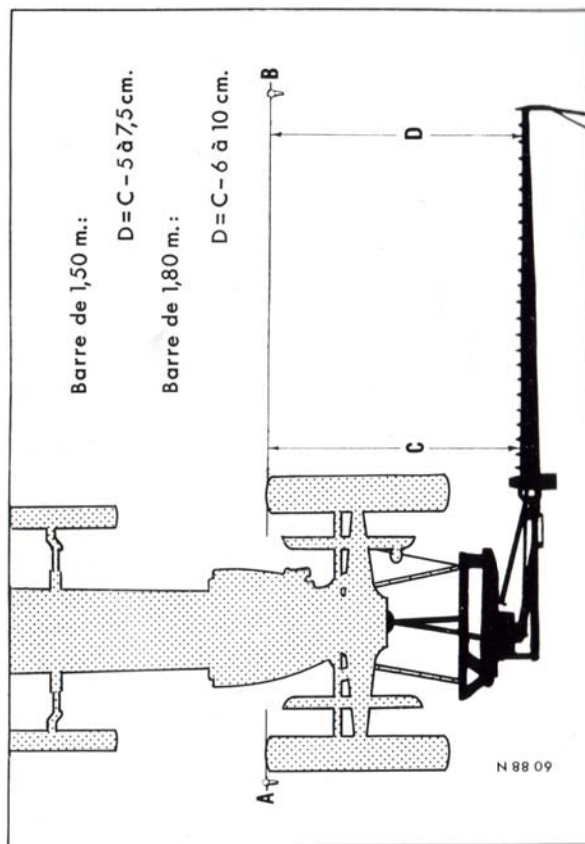

Fig. 20
- 2° Planter 2 piquets à droite et à gauche du tracteur comme le montre la figure 20.
- 3° Les piquets (A) et (B) seront reliés par une corde solide ou du fil bien tendu passant sous le tracteur et effleurant les pneumatiques. L'alignement de cette corde devra être parfait.
- 4° Mesurer dans le même plan la distance entre le bord avant de la barre de coupe et la corde (distance "C", fig. 20).
Répéter cette mesure à l'autre extrémité de la barre de coupe (distance "D" (fig. 20). Avec une barre de coupe de 1,80 m, la cote "D" doit être inférieure de 6 à 10 cm à la cote "C". Avec une barre de 1,50 m, la cote "D" doit être inférieure de 5 à 7,5 cm à la cote "C".